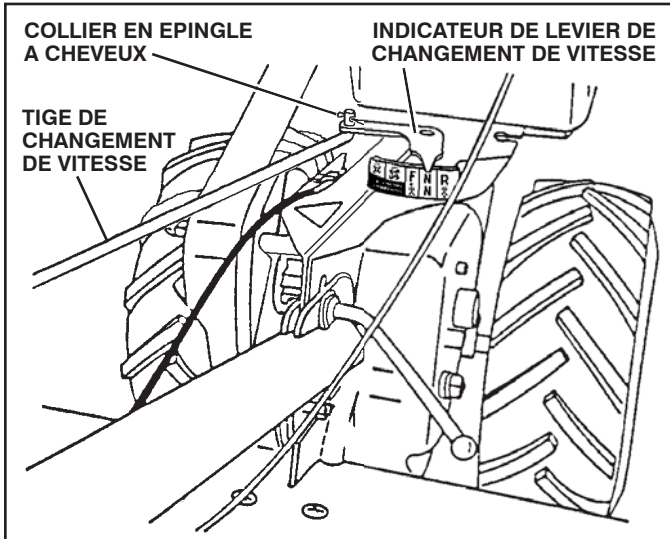

Fig. 6
RACCORDER LA TIGE DE CHANGEMENT DE VITESSE (Voir la Fig. 6)
- Assurez-vous que l'indicateur de levier de changement de vitesse est en position point mort ("N") (Voir la Fig. 6)